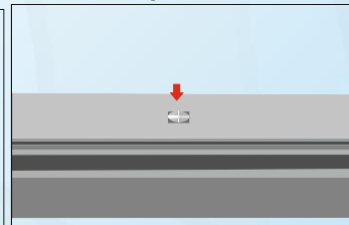

рис. 8
- После затвердевания монтажной пены снимите распорку и вставьте декоративные заглушки в просверленные отверстия (рис. 8).